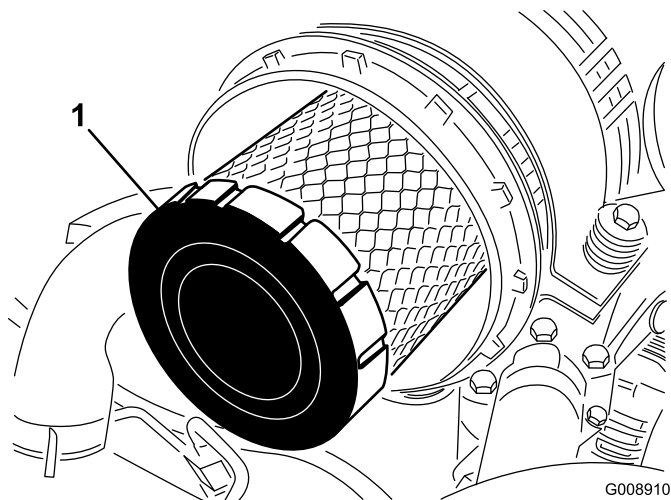

Рисунок 60
4. Снимите и замените фильтр грубой очистки (Рисунок 60).